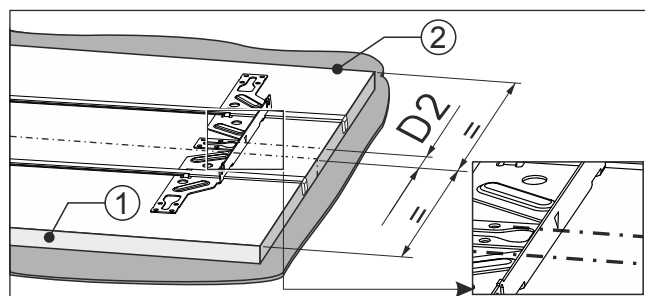

Fig. 97
- ▶ Oznaczenie poziomej listwy mocującej znajduje się na oznaczeniu Fig. 97 (D2).